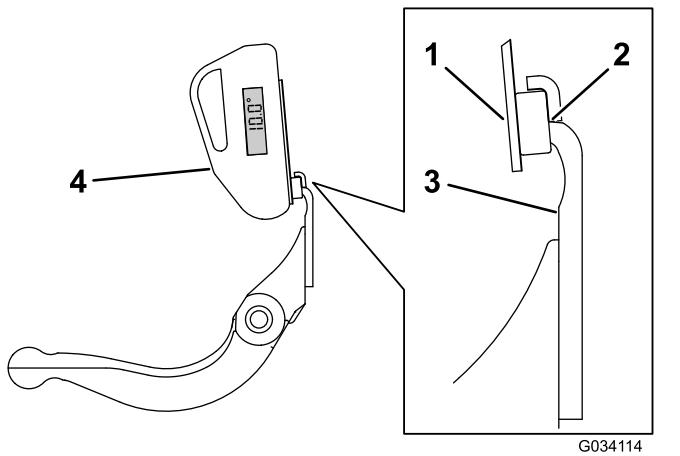

Figura 28
3. Coloque el soporte del indicador de ángulo sobre el filo de la contracuchilla de manera que el borde del imán esté enrasado con el filo de la contracuchilla (Figura 28).
- Coloque el indicador de ángulo en el soporte, según se muestra en Figura 28.